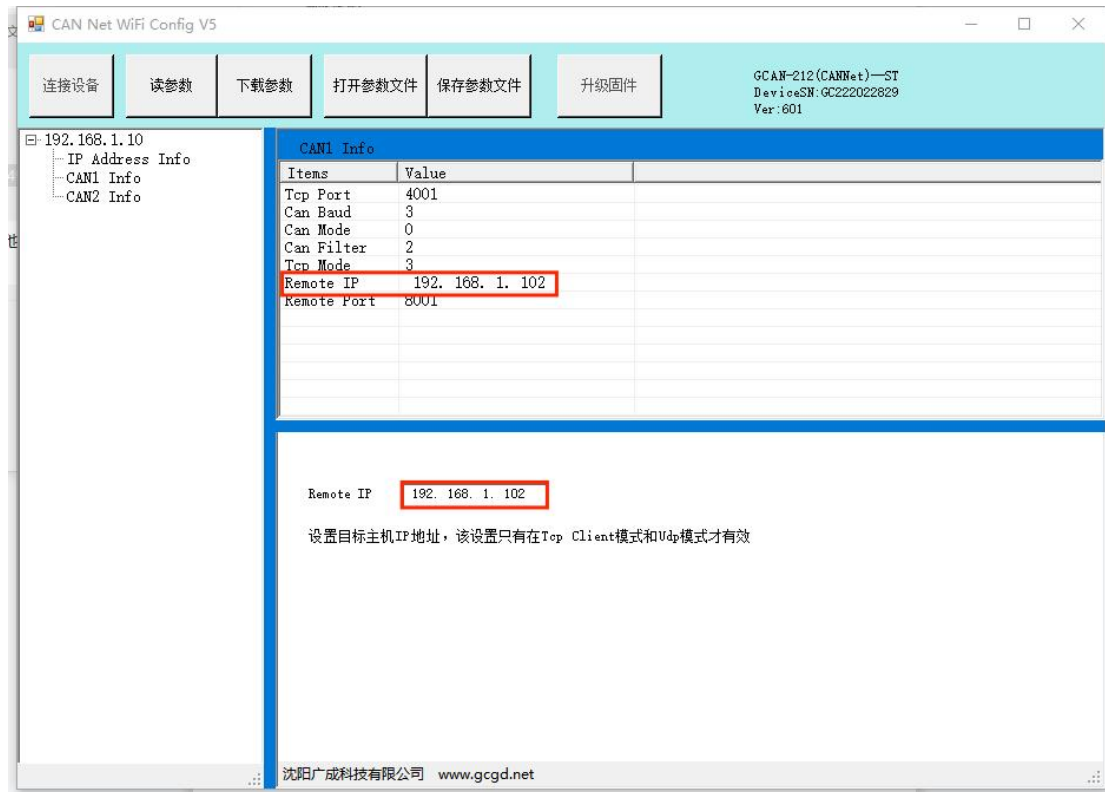

图 1-7 Remote IP 设置
4、【Remote IP】设置为工控机的 IP，当前工控机的默认 IP 为 **192.168.1.102**，如图 1-7 所示